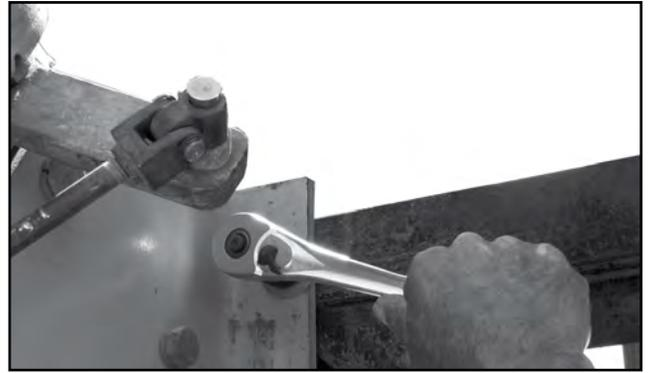

Figura 12C. Apriete los tornillos.
**Paso 7** Sitúe el polo *lentamente*, hasta que por lo menos 2 de los cuatro barrenos hechos en la superficie a montar concuerden con los de la base del polo (se recomienda de manera cruzada). No los apriete, solo afiáncele de tal manera que le puedan servir de ayuda para atornillar los tornillos restantes. Apriete los tornillos al máximo de preferencia en forma cruzada. Ver Figura 12C. Luego quite las eslingas de izar. Repita este paso hasta terminar con los dos polos restantes.